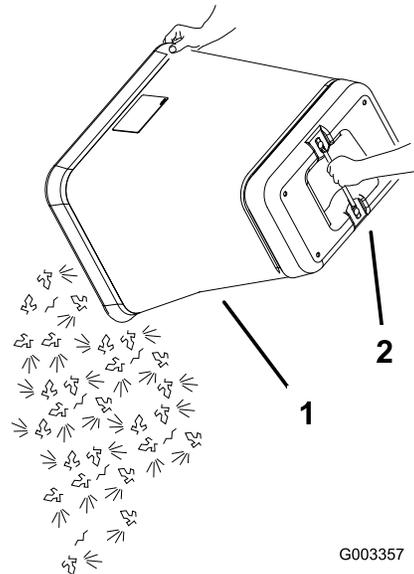

Figura 55
6. Sujete el asa situada en el fondo de la bolsa y vuelque ésta para vaciarla (Figura 55).